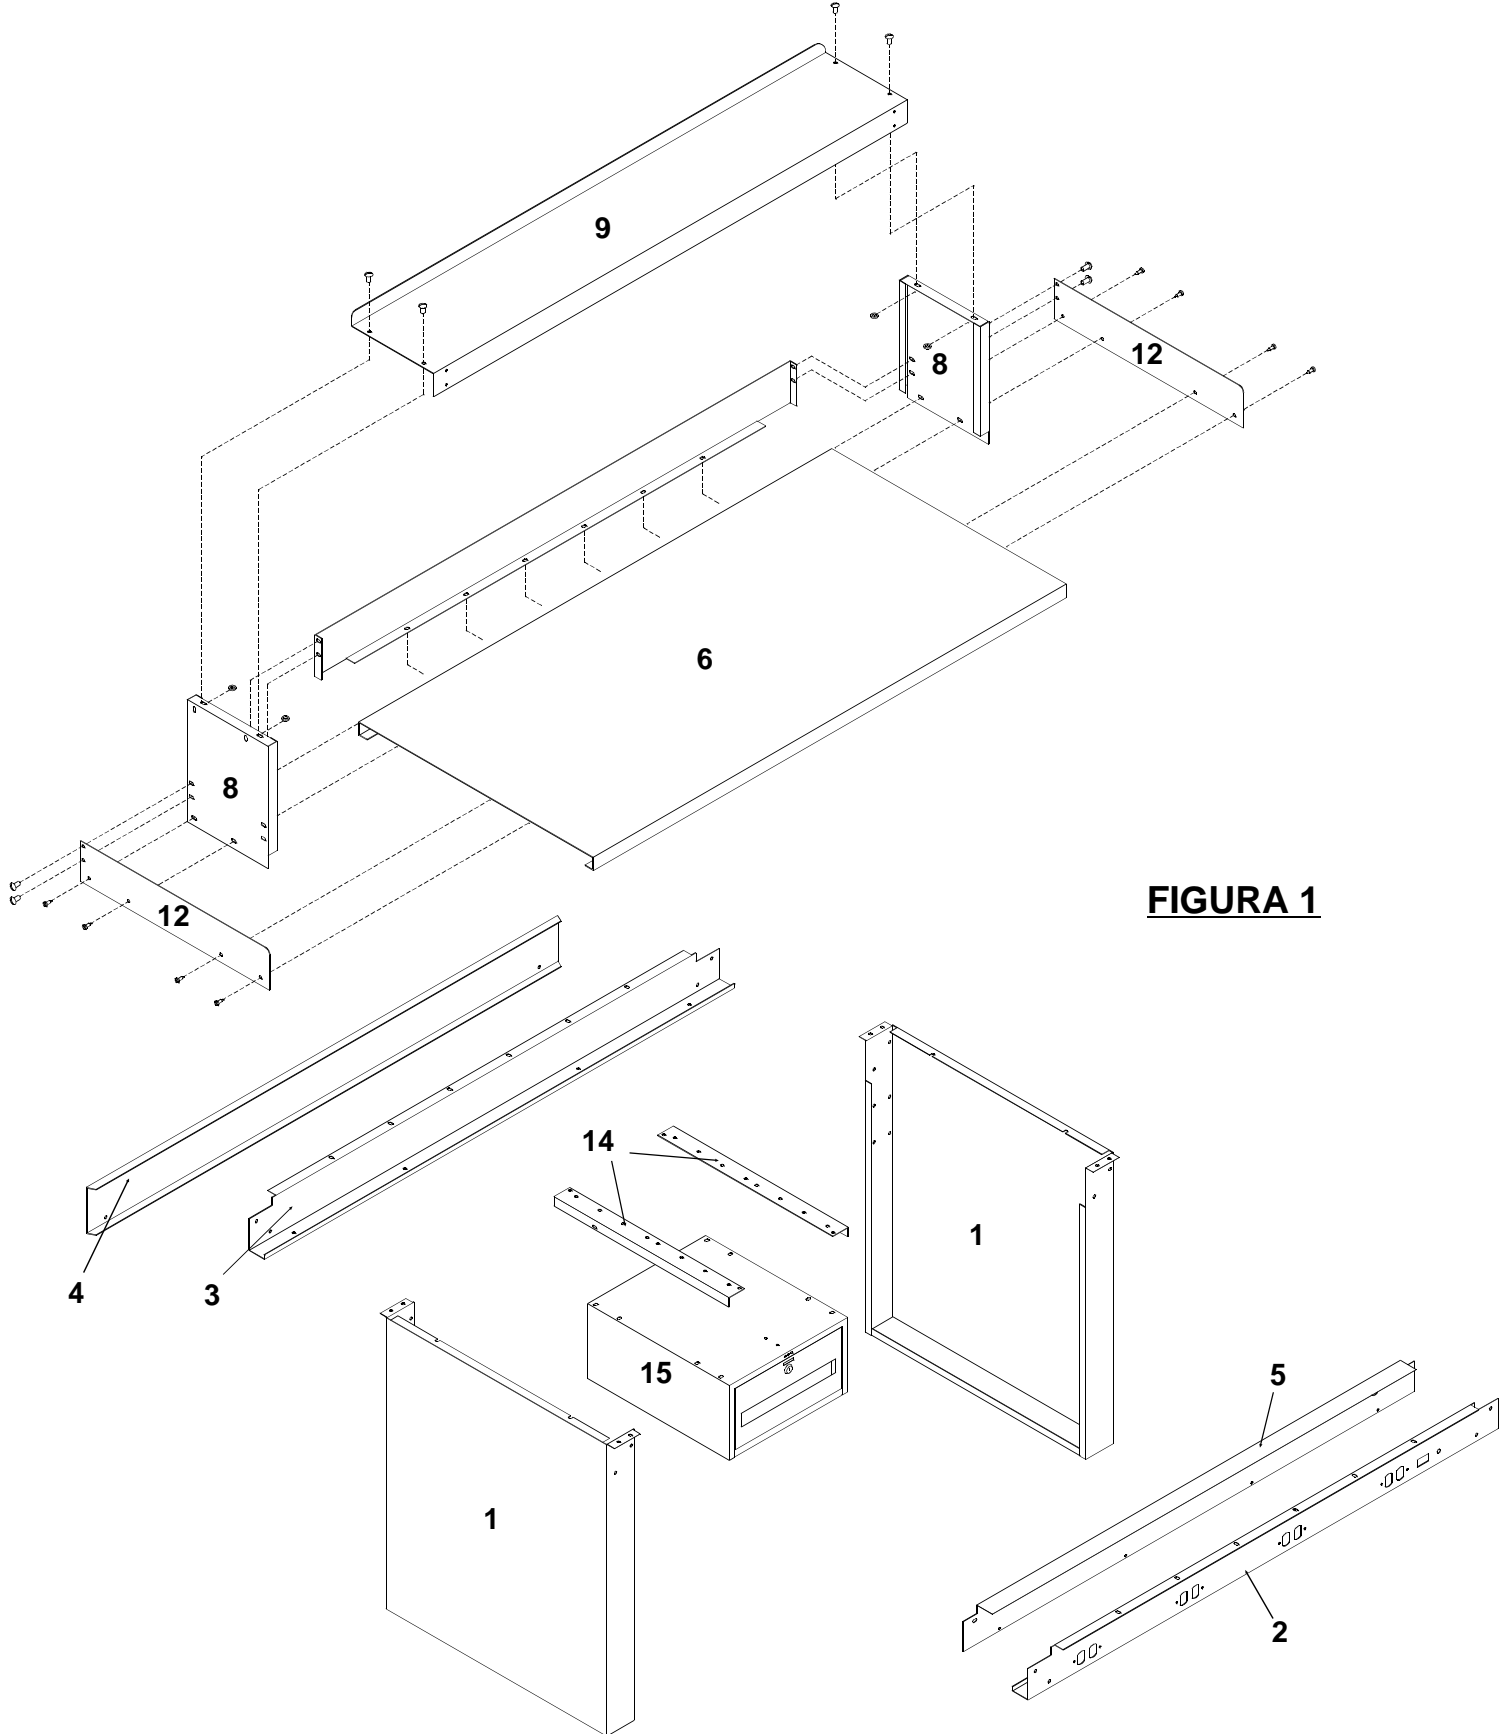

FIGURA 1
1. Coloque verticalmente las patas (1) del panel como se muestra en la Figura 1 del dibujo de ensamblaje. Las patas se deben situar aproximadamente a 134,6 cm entre sí para las unidades de 152,4 cm y con una separación entre patas de 165,1 cm para las unidades de 182,9 cm.
2. Coloque el panel de receptáculos (2) dentro del panel de las patas y asegúrelo con cuatro pernos de 1/4"-20 x 5/8" y sus tuercas correspondientes. (Los orificios de montaje del tirante van situados hacia atrás.)
3. Cada tirante (4) [suministrado con la superficie de trabajo] se coloca hacia la parte posterior de las patas del panel, tal como se muestra en las figuras. Sujételos con ocho pernos de 1/4"-20 x 5/8" y sus correspondientes tuercas y arandelas.
4. Coloque el panel trasero (3) dentro de las patas del panel y sujételo con cuatro pernos de 1/4"-20 x 5/8" y sus tuercas correspondientes.
6. Coloque las cubiertas de acceso al conducto de alambrado (5) en la brida de la parte inferior trasera del panel de receptáculos empleando cuatro tornillos #10 del tipo empleado para sujetar planchas metálicas.
7. Coloque la superficie de trabajo (6) al conjunto de la estructura haciendo uso de las instrucciones apropiadas que se citan a continuación:
Plataforma Estándar (Figura 1):